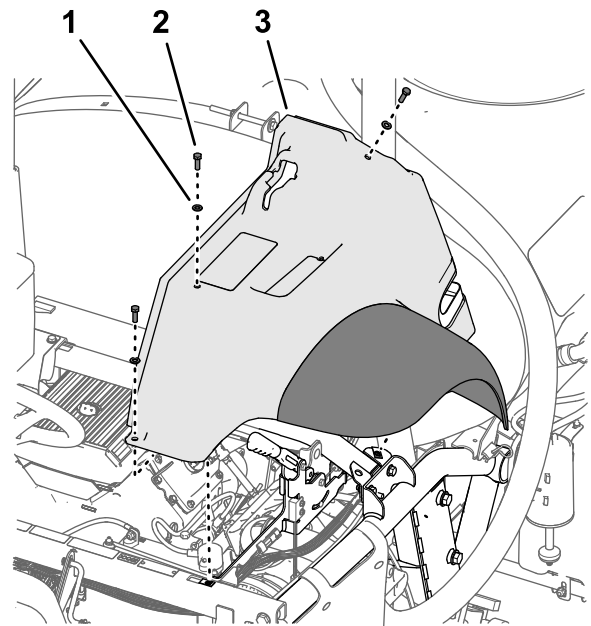

Bild 217
4. Befestigen Sie den Kotflügel mit den drei Bundkopfschrauben (5/16" x 1") und drei Scheiben (5/16"), die Sie in Schritt 2 in Abnehmen der linken und rechten vorderen Kotflügel \(Seite 8\) entfernt haben, lose am Rahmen (Bild 217).